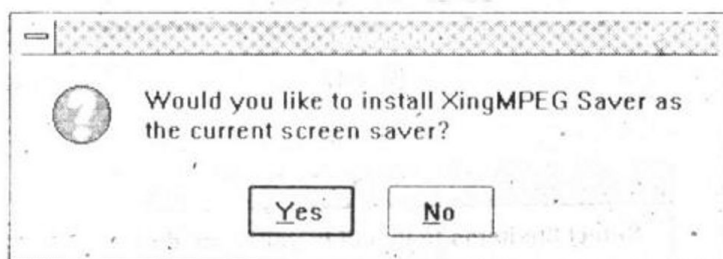

图 6-16
⑨安装快到最后的时候，将出现一个对话框，问你是否喜欢安装 XingMPEG 屏幕保护程序作为当前屏幕保护程序 (图 6-16)。
⑩安装完成后，安装程序会出现一个对话框，在使用 XingMPEG Player 之前需重新启动